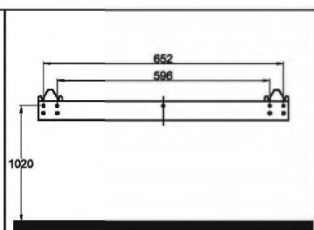

Fig.2
- Pentru o vizualizare optimă a patului de combustibil, se recomandă o înălțime de 600 mm de la partea inferioară a încălzitorului până la podea (a se vedea Fig. 2 pentru dimensiunile recomandate de fixare).
- Pentru o vizualizare optimă, marcați pe perete pozițiile de fixare ale celor cinci șuruburi superioare, în conformitate cu dimensiunile de fixare recomandate - a se vedea Fig. 2. Găuriți cu un burghiu de 6 mm.